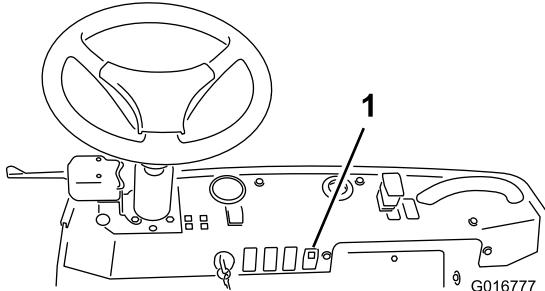

Figure 4
- Insérez l'interrupteur à bascule (Figure 4).